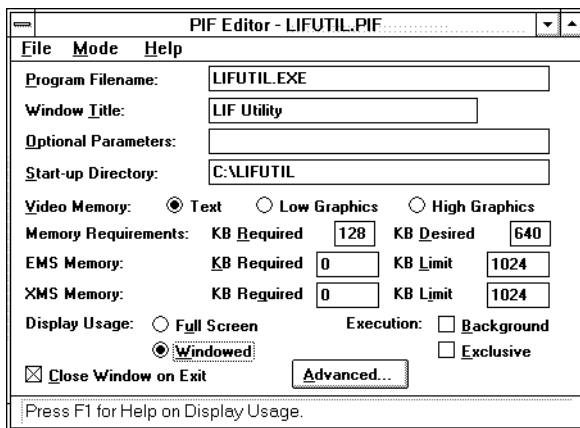

Figura 23 Impostazione del file di informazione sul programma dall'utilità LIF
- 2 Installare il programma LIF sul PC, creando una directory chiamata LIF e quindi copiando il file lifutil.exe dal dischetto in questa directory. È più comodo impostare il programma LIF come icona del gruppo ChemStation benché si tratti di un'applicazione non Windows. Per effettuare questa operazione, è necessario creare un cosiddetto file PIF per l'utilità LIF. PIF sta per program information file (file di informazioni sul programma). Avviare il programma PIF Editor dal gruppo Main in Program Manager di Windows, vedere la Figura 23.